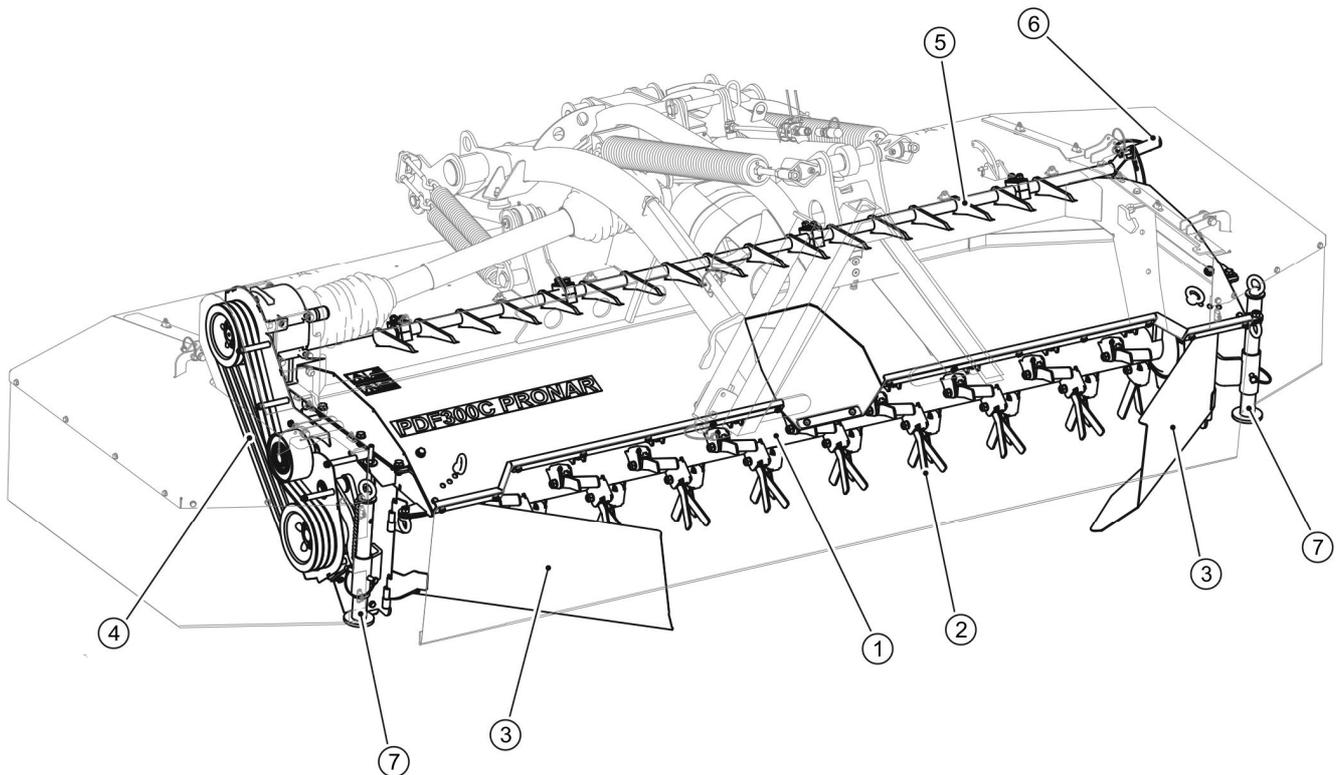

ABBILDUNG 3.6 Aufbau der Aufbereitungseinheit
- Heben Sie den Stützfuß (4) an und stecken Sie den Stift (9) in das Loch (10), um ihn mit einem Stift zu sichern,
- Heben Sie die Stützen (7) (ABBILDUNG 3.6) der Vertikutiereinheit (PDF300C) an und sichern Sie sie mit einem Splint,
- Bringen Sie die Mähmaschine in die Arbeitsposition. Die obere Zugstange (3) wird zur Einstellung verwendet. Die Länge der Zugstange sollte so gewählt werden, dass das Kupplungsdreieck senkrecht steht und der Abstand vom Boden bis zur Achse der unteren Bolzenaufnahme des Kupplungsdreiecks etwa 700 mm beträgt,